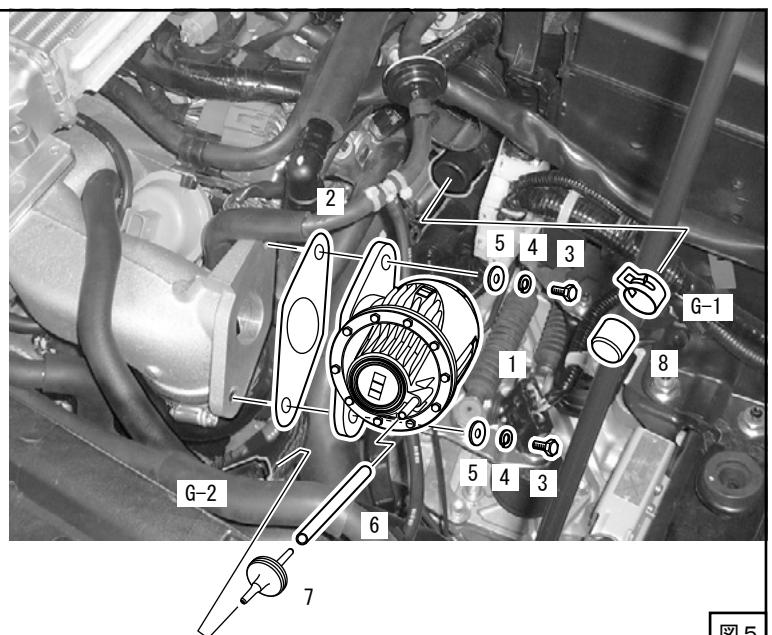
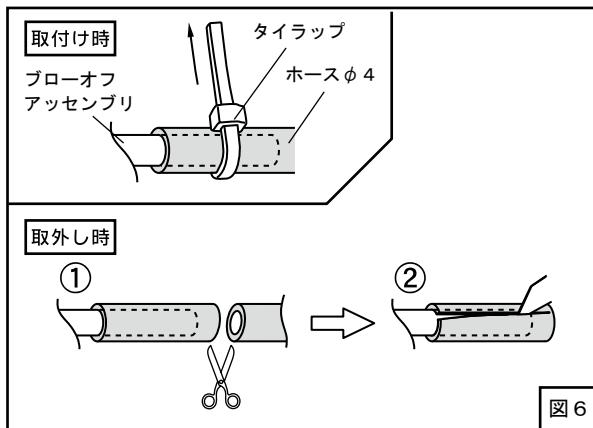
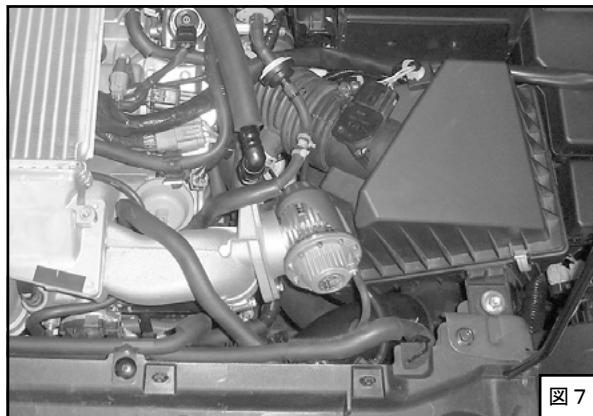

図5
図6
図7
- (1) エアバイパスリターンホースを外したニップルにゴムキャップ ϕ 29を純正ホースクランプを使用して取付けてください。（図5）
- (2) ブローオフアッセンブリを取付けてください。（図5、図7）
ホース ϕ 4は適当な長さに（ある程度余裕を持たせて）切って使用してください。（図5）
(図5、図6)
ブローオファッセンブリを取り外す時など、ホースφ4をブローオファッセンブリから抜く際は、タイラップを外した後、一度ホースφ4を切断し切り込みを入れてから取外してください。(図6)
- (5) ブローオファッセンブリがボディなどと干渉しないように位置決め、ボルトを本締めしてください。(図7)
- (6) サクションホース、ブローバイホースを元のように取付けてください。(図7)
- (7) エアクリーナーケースアッパを元のように取付けてください。(図7)
- (8) エアフロメータセンサにコネクタを接続してください。